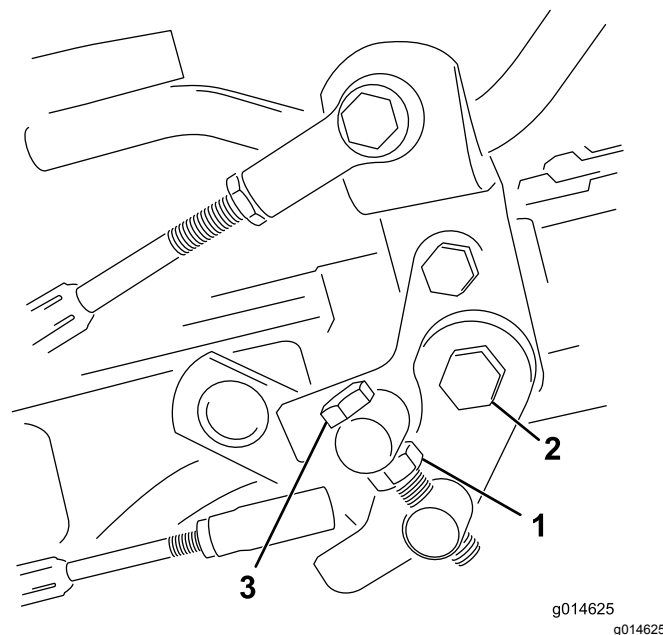

Figura 40
1. Allentate il controdado sul bullone di articolazione (Figura 40).
4. Serrate il controdado sul bullone di articolazione e il dado sul perno del pedale per fissare la regolazione (Figura 40). Controllate la messa a punto, e all'occorrenza ripetete la regolazione.